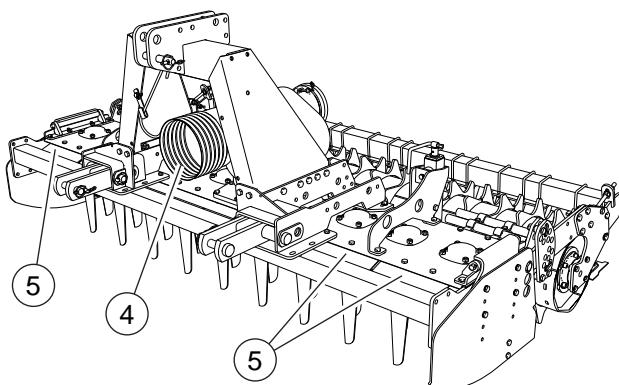

FIG. 22
- Protección de la toma de fuerza lado tractor (4, "Fig. 22").
- Chapa de protección para evitar el acceso a la zona utensilios (5, "Fig. 22").